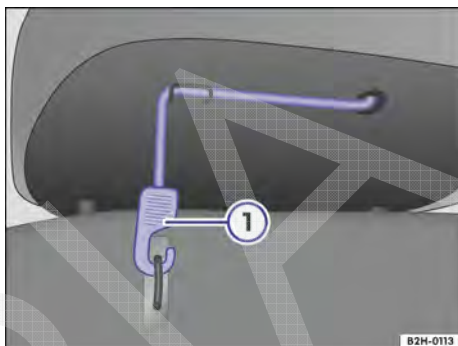

Fig. 47 Banco traseiro: cabo da superfície de banco.
- Desencaixar o cabo → Fig. 47 ① da fixação da superfície do banco.